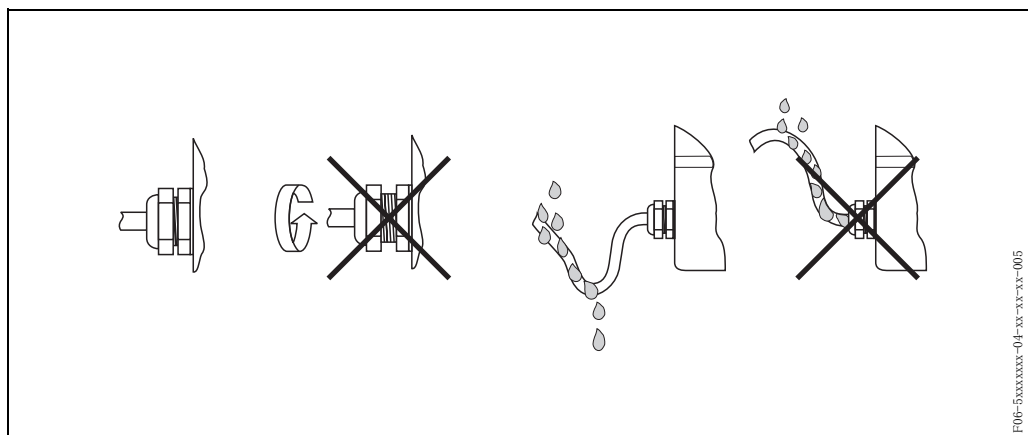

図 43：設置指示、電線管接続口
- 電線管接続口をしっかり固定してください（図 43）。
- ケーブルは、電線管接続口の前で下方に垂れるように配線してください（“ウォータートラップ”、図 43）。この方法で、電線管接続口に湿気が侵入することを防げます。装置の取り付けは、電線管接続口が上方を向かないように行なってください。